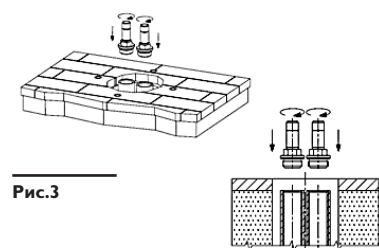

Рис.3
3. Установите переходники (рис.3).